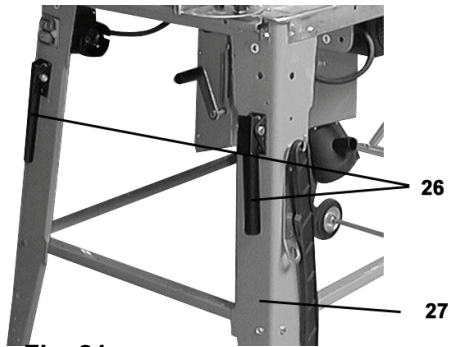

Fig. 21
- Applicando le viti con testa esagonale M8x45 e due dadi M8 montare la parte 26 sulla gamba (vedi fig. 21).